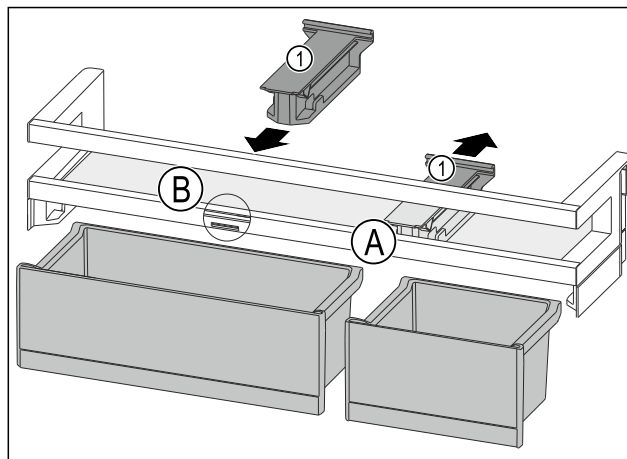

Fig. 191
- ▶ Halteteil Fig. 191 (1) in Position Fig. 191 (A) nach hinten abziehen.
- ▶ Halteteil Fig. 191 (1) in Position Fig. 191 (B) einsetzen.